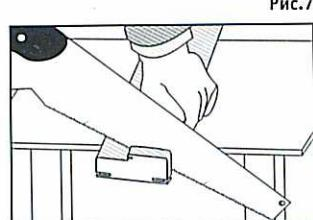

Рис.7
2.1. Размеры коробки выполнены в размер стандартного дверного проема, но при необходимости подкорректируйте длину стоек, подпилив их в размер (рис.7).